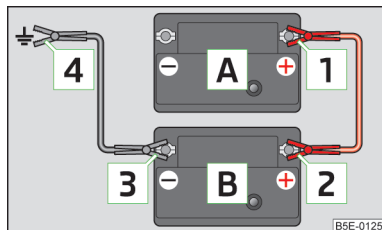

Fig. 146
- Conectar el borne **1** al polo positivo de la batería descargada **A** » fig. 146.